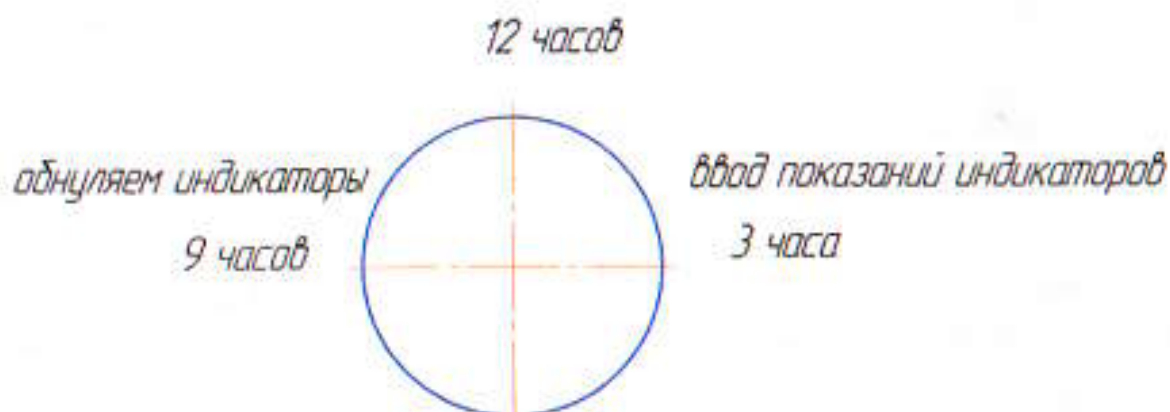

Рис.5
2.6.4.Разверните валы механизма с установленным устройством для измерений в положение 9 ч (рис.5) и обнулите индикаторы;